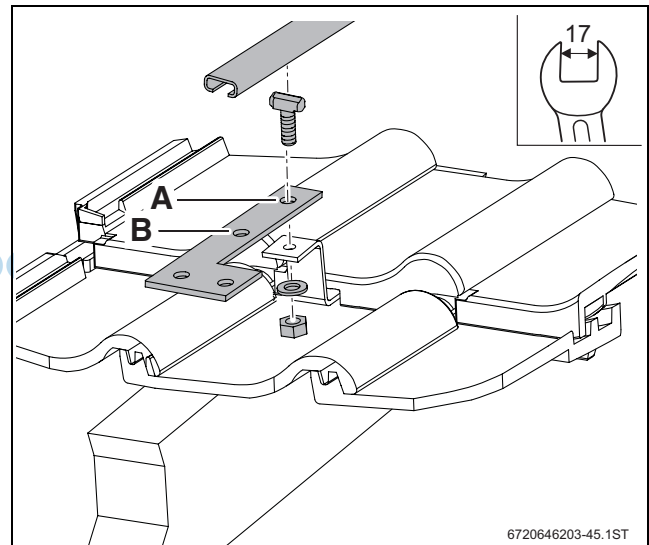

Bild 27 Schienen mit L-Verbinder und Haltebügel verschrauben (hier: an Position A)
- Schienen entsprechend Tabelle 13 mit L-Verbinder und Haltebügel verschrauben (→ Bild 27).